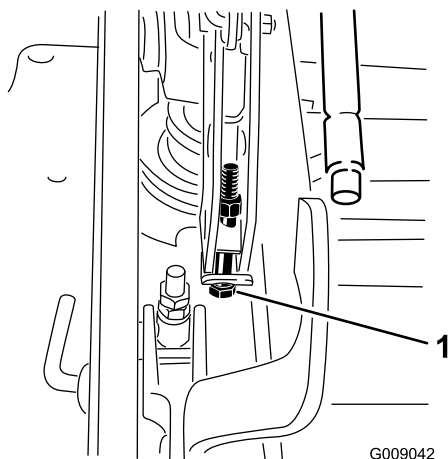

Figure 94
12. Si le tablier est trop bas, serrez le boulon de réglage monopoint dans le sens horaire. Si le tablier est trop haut, desserrez le boulon de réglage monopoint dans le sens antihoraire (Figure 94).